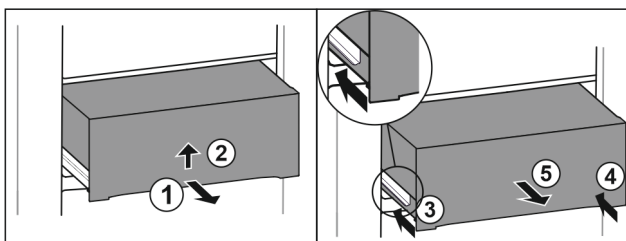

Fig. 48
- ▶ Extrageți pe jumătate sertarul. Fig. 48 (1)
- ▶ Ridicați sertarul de partea inferioară. Fig. 48 (2)
- ▶ Inșerați șina din stânga. Fig. 48 (3)
- ▶ Inșerați șina din dreapta. Fig. 48 (4)
- ▶ Extrageți sertarul spre înainte. Fig. 48 (5)